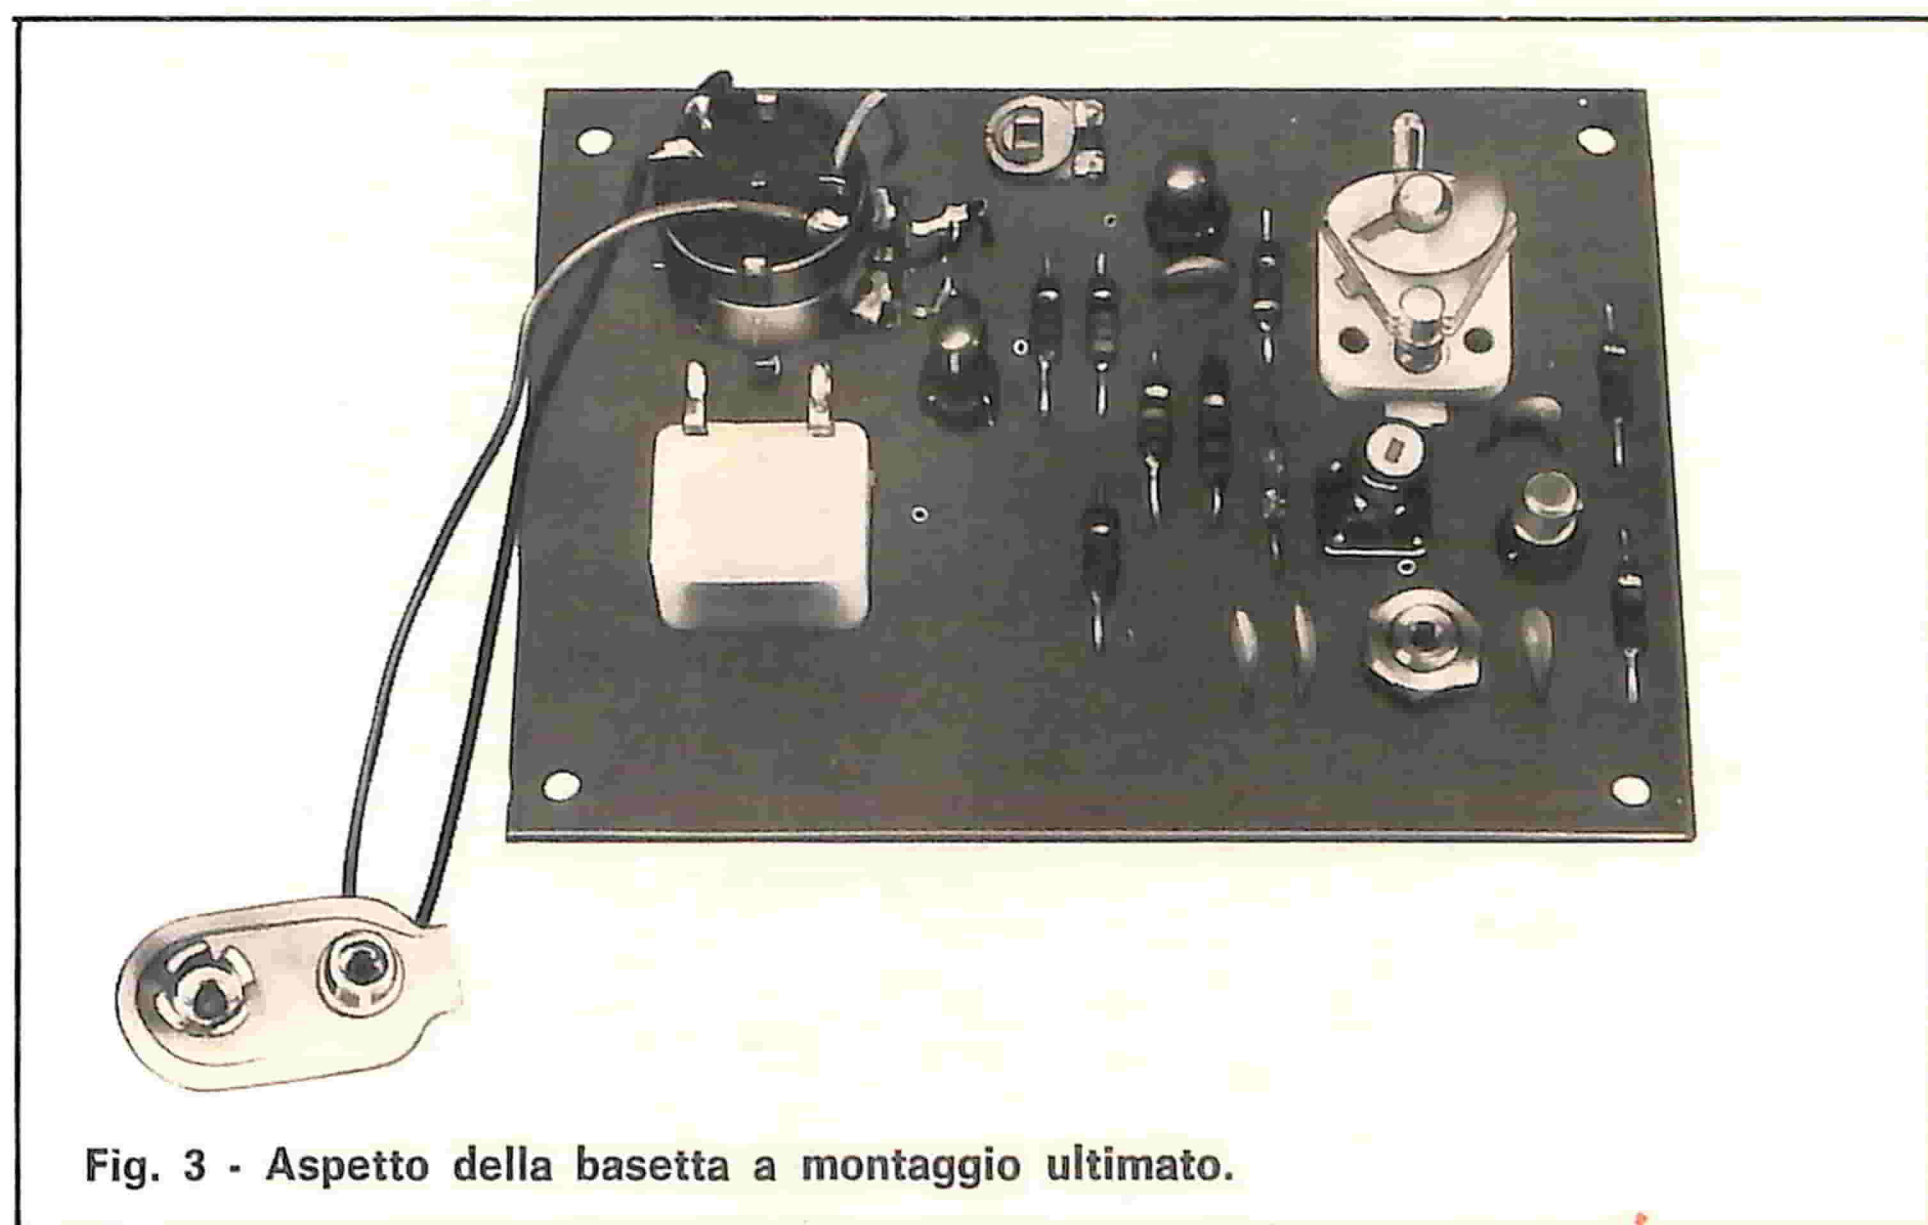
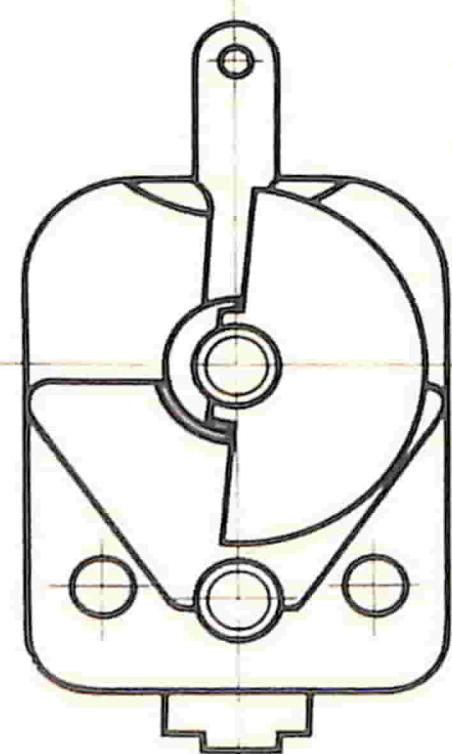

Fig. 3 - Aspetto della basetta a montaggio ultimato.
Fig. 10 - Aspetto del condensatore variabile regolato per metà corsa.
I collegamenti relativi al potenziometro sono visibili in fig. 3 e gli stessi sono serigrafati sulla basetta C.S.
● Per il montaggio dello strumento è sufficiente inserire il lato dei terminali dello stesso nella rispettiva cava come si nota nella fig. 3 quindi saldare fra i punti + e - della basetta C.S. e i terminali dello strumento, del filo rigido, utilizzando i terminali dei resistori precedentemente montati, il quale contribuisce al fissaggio dello strumento. Tale fissaggio è visibile dalle figure 3 e 4.
2) **Taratura A.F.:** Alimentare il circuito - Regolare il condensatore variabile a metà corsa come indica la fig. 10 - Avvitare l'antenna alla apposita bussola - Regolare P1 per la max sensibilità - Alimentare un trasmettitore a 27,125 MHz (meglio se si possiede un generatore per tali frequenze) e avvicinarlo al misuratore di campo UK 555 in modo da ottenere uno spostamento dell'indice dello strumento, a questo punto regolare L1 per la massima indicazione. Le tarature vanno eseguite prima di inserire la basetta C.S. nel mobiletto cioè come appare in fig. 3.